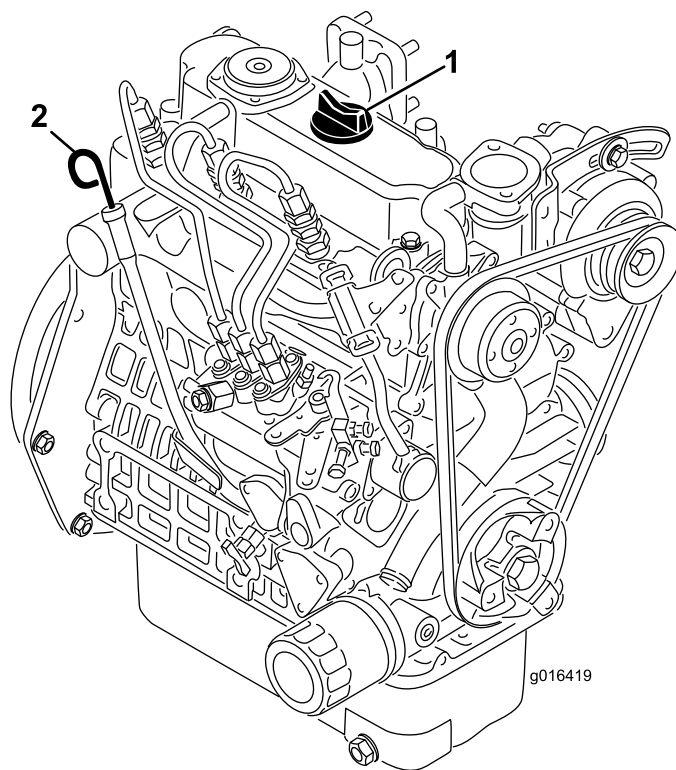

Figura 22
2. Togliete l'asta di livello ed asciugatela con un panno pulito (Figura 22). Inserite l'asta di livello nel tubo, assicurandovi che sia inserita fino in fondo. Estraiete l'asta di livello dal tubo e controllate il livello dell'olio. Se il livello dell'olio è basso, togliete il tappo di riempimento dal coperchio della valvola e versate **lentamente** una quantità di olio sufficiente ad alzarne il livello fino al segno di pieno (Full) sull'asta. Rabboccate